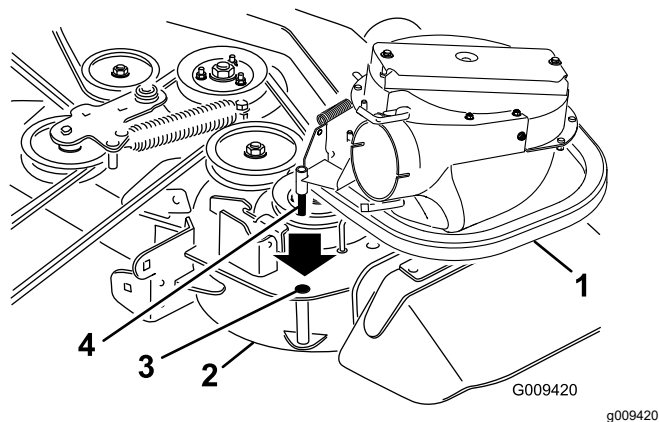
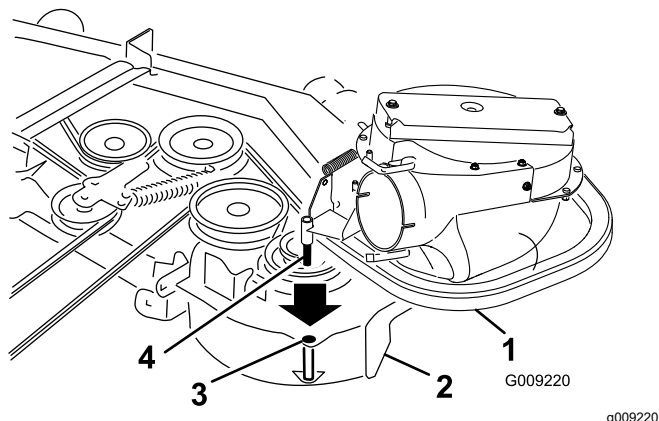

Figure 16
Figure 17
2. Insérez l'ergot de l'ensemble ventilateur dans le trou de pivot (**Figure 16** ou **Figure 17**).